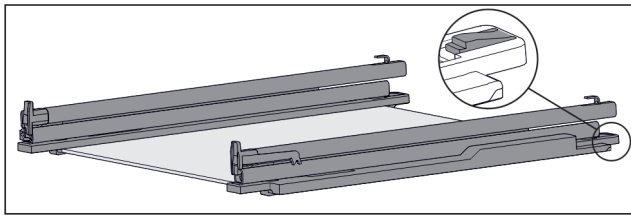

Fig. 120 Glasplade med skinner og holdedele
- ▶ Tryk den bageste del af holdedelen ned (se Fig. 120), og skub samtidigt skinnen bagud.